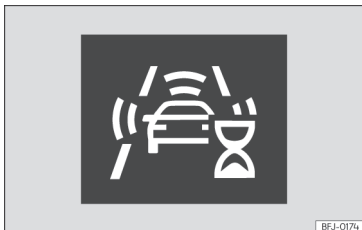

Abb. 115 Im Display des Kombi-Instruments: Anzeige der ersten Selbstkalibrierung des Systems.
- In den ersten Momenten nach dem Einschalten der Zündung, aufgrund der ersten Selbstkalibrierung des Systems. Während dieser Zeit wird ein Statussymbol angezeigt >>> (Abb. 115).